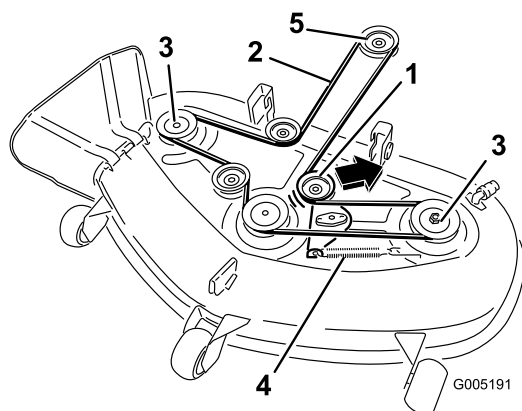

Figura 46
5. Tire de la polea tensora en el sentido que muestra la Figura 46 y retire la correa de las poleas.
6. Pase la correa nueva alrededor de las poleas del motor y del cortacésped (Figura 46).
7. Tire de la polea tensora en el sentido que muestra la Figura 46 y pase la correa por la polea tensora (Figura 46).